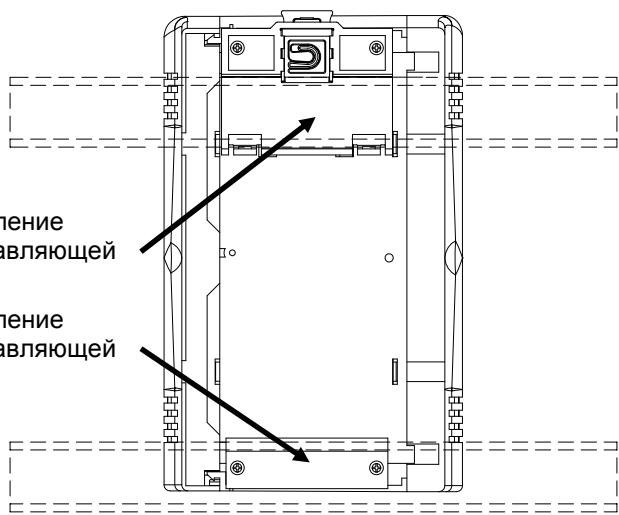

Рис. 4. Задняя часть устройства FFI
3. Корпус устройства FFI устанавливается на две направляющие DIN 35 x 7,5 мм. См. Рис. 4.